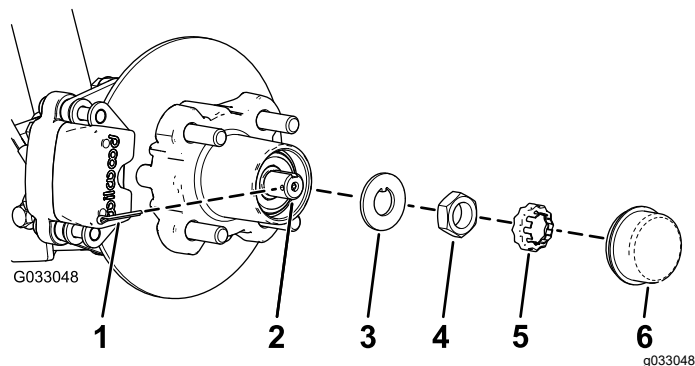
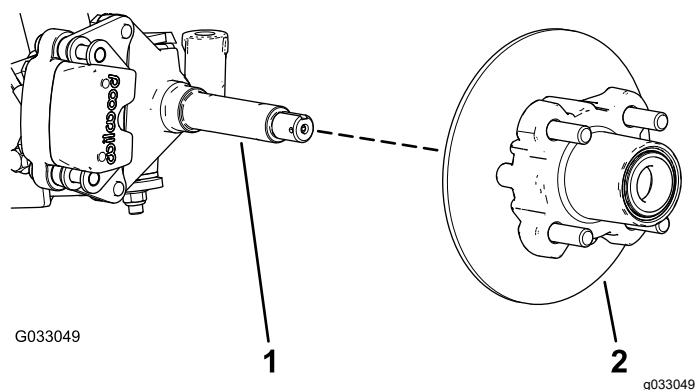

Figure 27
Figure 28
- Retirez le couvre-moyeu du moyeu (Figure 27).
- Retirez la goupille fendue et le frein d'écrou de la fusée et de son écrou (Figure 27).
- Enlevez l'écrou de la fusée, et séparez l'ensemble moyeu et rotor de la fusée (Figure 27 et Figure 28).